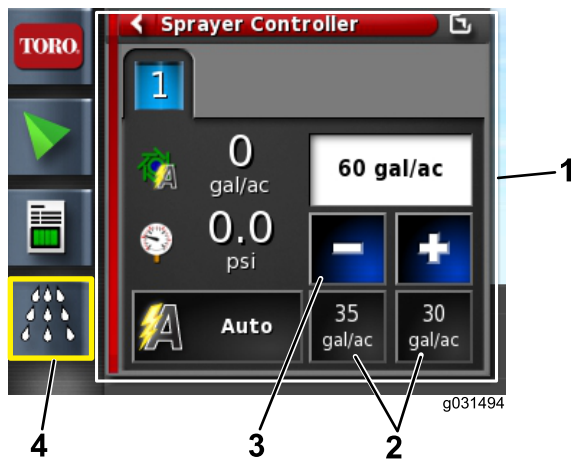

图10
- 如果喷洒率错误，请选择预设喷洒率以递增方式进行更改，或选择当前喷洒率，手动输入喷洒速度（图10）。